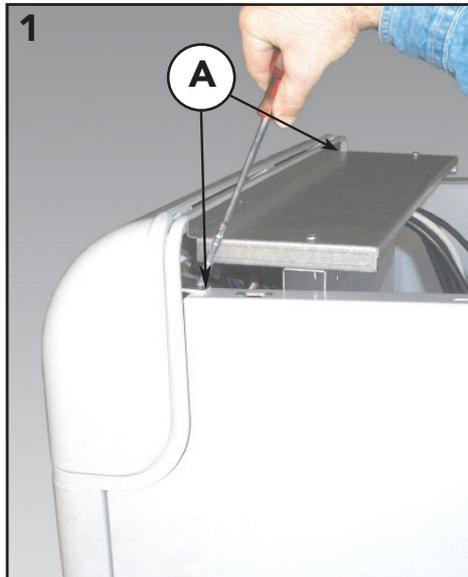

fig. 11a
- 1- Desatornillar los 2 tornillos "A" fig. 11A.